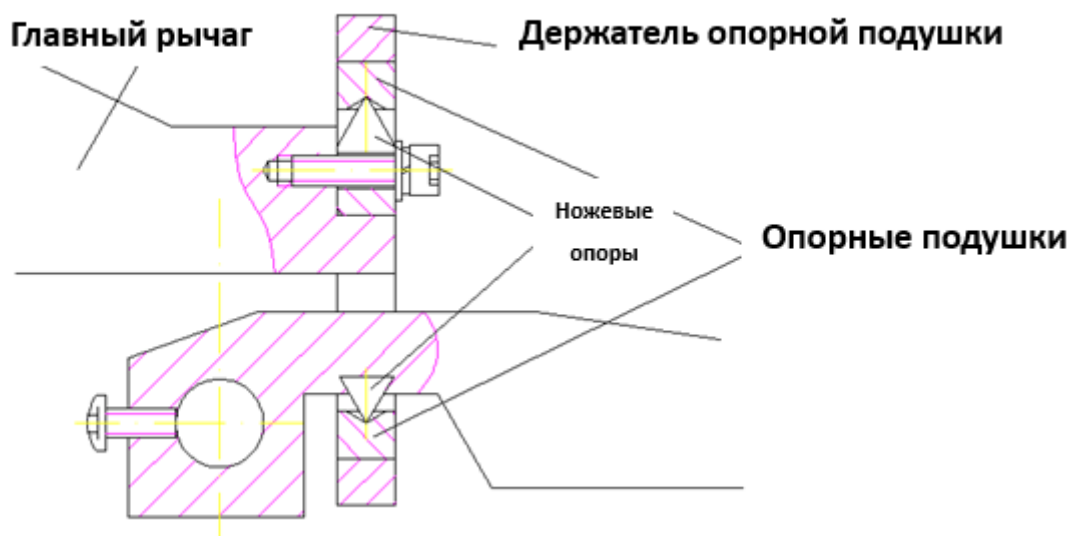

Рисунок 2.2 – Правильное положение механизмов твердомера
3. Откройте верхнюю крышку (11), снимите белые крепежные транспортировочные ленты, закрепленные на подвижных частях. Проверьте по держателю опорной подушки, что ножевые опоры находятся точно на опорных подушках. Если держатель опорной подушки выходит за ножевые опоры, пожалуйста, нажмите рукой основной рычаг для установки держателя опорной подушки на ножевой опоре (Рис.2.2) (Это случается крайне редко, и происходит только в случае тяжелых условий транспортировки и сильной вибрации). Установите верхнюю крышку на место (11).